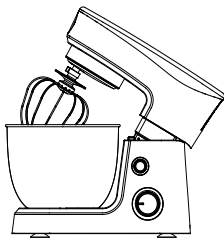
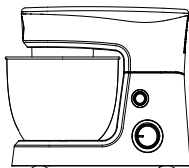

Рисунок 1
Рисунок 2
- Установите переключатель скоростей (3) в положение «0» (выключено) и убедитесь в том, что прибор отключен от сети.
- Отожмите кнопку фиксации наклона (2), моторная головка прибора (1) автоматически поднимется и зафиксируется в положении наклона.
- насадку для замешивания теста (6) при приготовлении всех видов теста, а также начинок для теста;
- насадку для смешивания (8) при приготовлении маринадов, песочного теста, перемешивании фарша, картофельного или овощного пюре;
- насадку для взбивания (7) при взбивании крема, растопленного масла или маргарина, смесей для омлета, блинов, суфле.
- Поставьте чашу (5) на место. Для этого поставьте чашу на основание, затем поверните чашу по часовой стрелке, пока она не зафиксировается в правильном положении (рис.1).
- Опустите моторную головку с установленной насадкой (6/7/8) в чашу (5) следующим образом: придерживая моторную головку (1) одной рукой, опустите ее вниз. Характерный щелчок будет обозначать, что моторная головка установлена правильно.
- Убедитесь, что защитная крышка (10) на месте (рис.2).